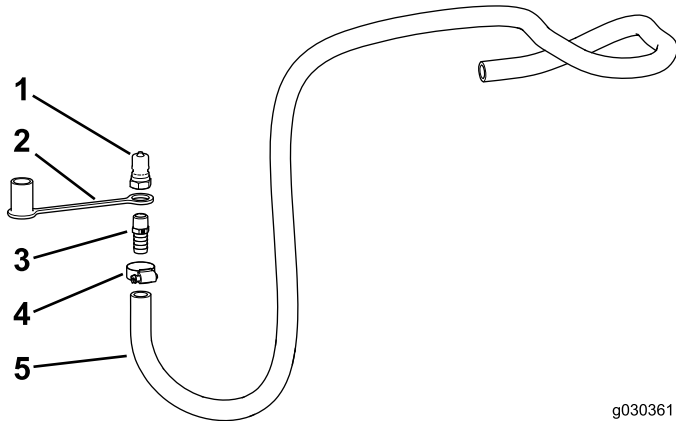

Bild 28
2. Schrauben Sie das gerade Anschlussstück ($\frac{3}{8}$ " NPT x $\frac{5}{8}$ "-Zahnung) auf den Stecker (Bild 28).
4. Setzen Sie den Staubdeckel auf das gezahnte Schlauchende (Bild 28).